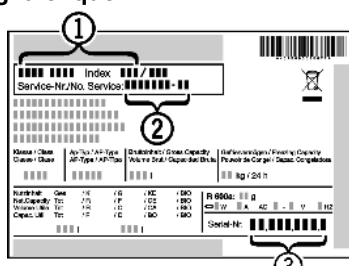

Fig. 46
- Consulter la désignation de l'appareil *Fig. 46 (1)*, le N° de service *Fig. 46 (2)* et le N° de série *Fig. 46 (3)* sur la plaque signalétique. La plaque signalétique se trouve à l'intérieur de l'appareil, sur le côté gauche.